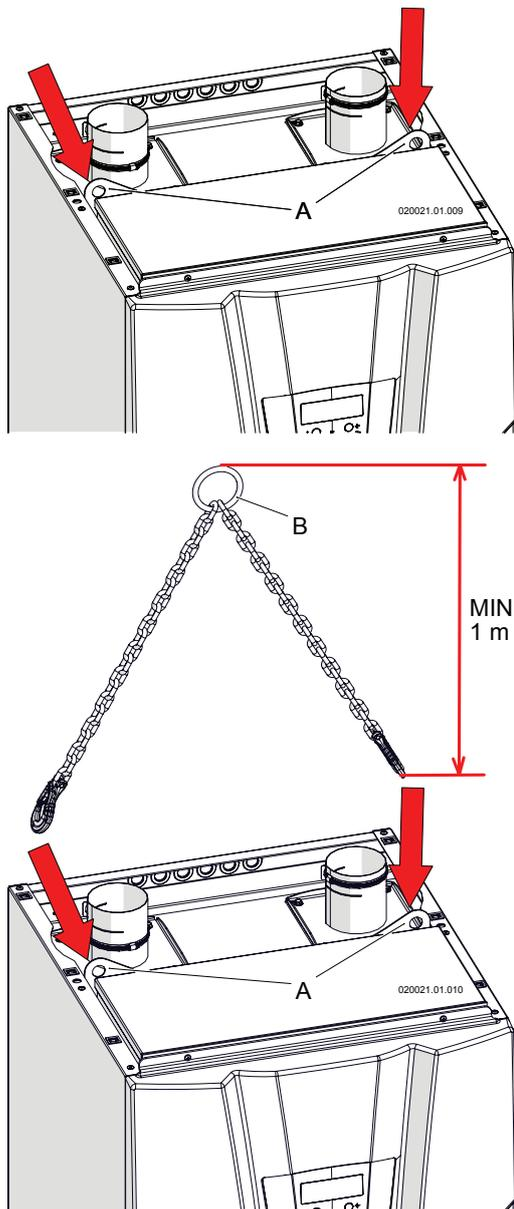

Figure 6-1 - Système de levage
Pour une installation plus facile se trouve un étrier (élément « A » de la figure 6-1), qui permet de lever l'appareil.
- ☞ accrocher les cordes de levage, « B » de la figure 6-1, à l'étrier « A » de la figure 6-1 et soulever le module thermique ;
Une fois que l'appareil est positionné correctement, retirer les cordes de levages (élément « B » de la figure 6-1) avant d'appliquer la couverture supérieure.